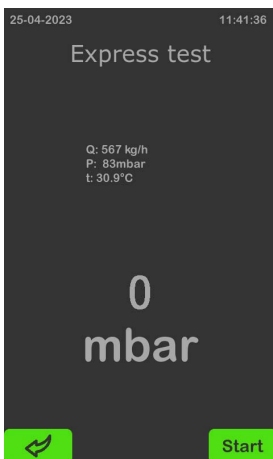

Рисунок 10
- В открывшемся окне нажмите кнопку старт рис. 10.